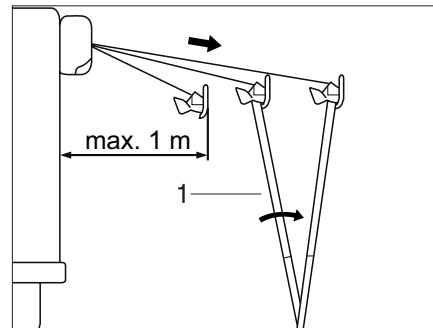

Bild 12 Uppställning av markisen
- ▶ Fäll ut stödbenen (Bild 12,1) och ställ dem på marken.
- ▶ Ta bort stödbenens (Bild 12,1) tältpin-nar.